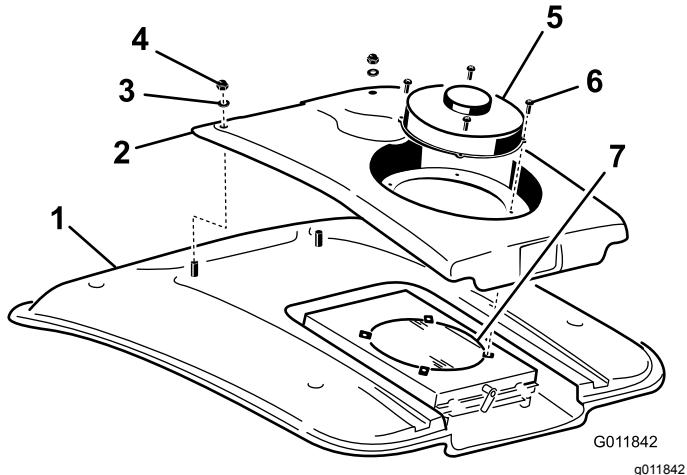

Figura 114
- Rimuovete le (4) viti che fissano la ventola e il coperchio del condensatore al supporto della ventola (Figura 114).
- Rimuovete i due dadi e le due rondelle che fissano la parte anteriore del coperchio del condensatore al tetto della cabina (Figura 114).
- Pulite accuratamente il condensatore dell'aria condizionata con aria compressa (Figura 114).